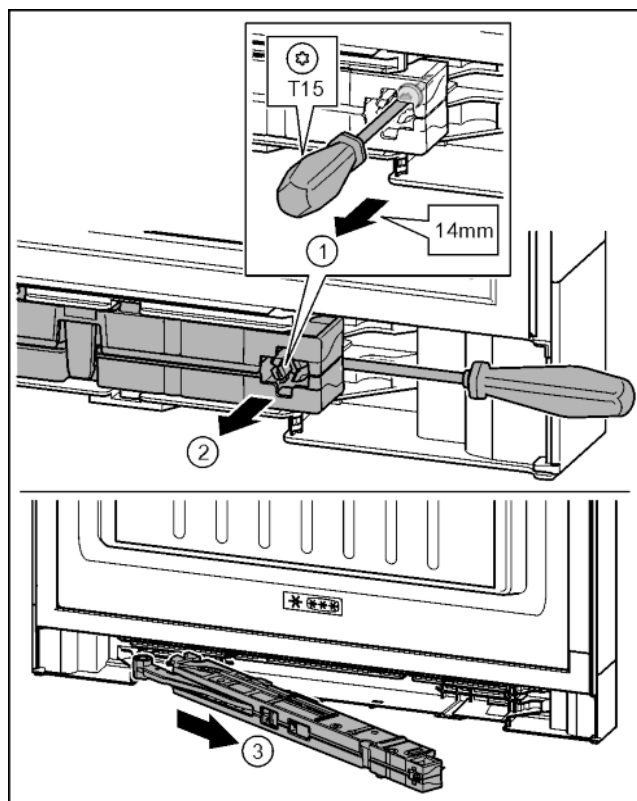

Fig. 18
- ▶ Ослабить винт на узле амортизатора с помощью отвертки T15 примерно на 5 мм. Fig. 18 (1)
- ▶ Переместить отвертку со стороны ручки за узел амортизатора. Повернуть узел вперед. Fig. 18 (2)
- ▶ Вытащить узел амортизатора. Fig. 18 (3)